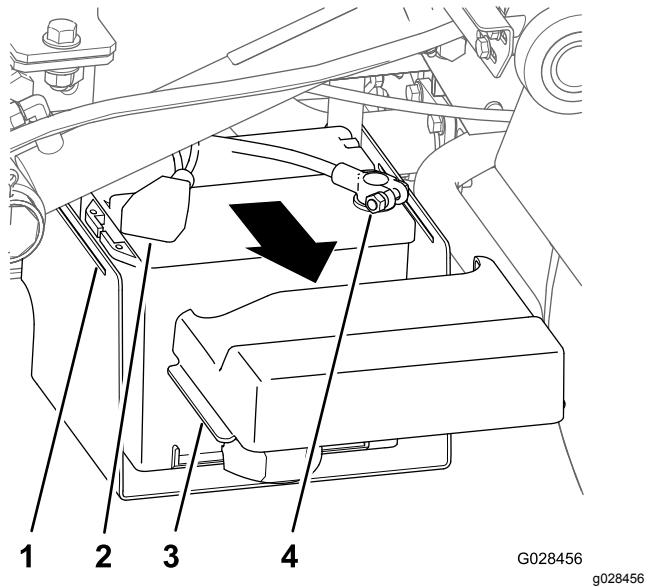

Figura 15
1. Aperte as partes laterais da tampa da bateria para soltar as patilhas da base da bateria e remova a tampa da base da bateria (Figura 15).
2. Deslize a tampa para trás e retire o terminal negativo da bateria da bateria (Figura 15).
3. Retire o terminal do cabo positivo da bateria da bateria (Figura 15).